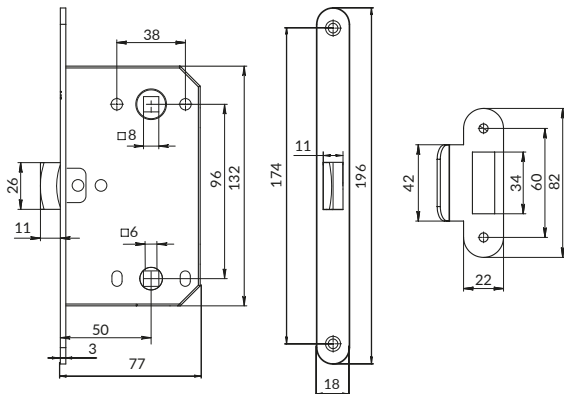

Рис. 1
1. Произвести разметку и оформление необходимых отверстий на двери под защёлку (рис. 1).